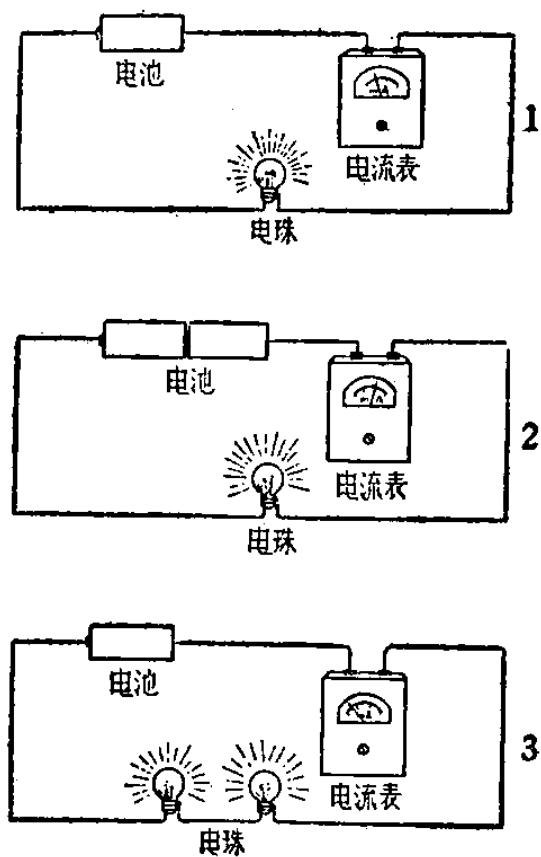

图 1-6
1-6(1)的方法联接起来。这时候可以看到小电珠亮了，而且电流表上的指針会偏向某一个刻度上。指針所指的刻度就是电流强度。然后，你在电路里增加一节同样的干电池，根据图 1-6 (2) 的方法接起来。这时候，你就可以看到小电珠的亮度比刚才只有一节电池时亮了一倍，而电流表上的指針向右偏得更多了，大約比刚才所指的刻度大了一倍。接着再进行实验的第三步。把电路里的干电池拿掉一节，而增加一只相同的小电珠，根据图 1-6 (3) 的方法联接起来，这时